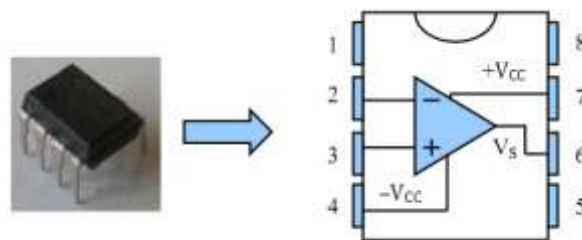

Figure 8.3 : Photo d'un amplificateur opérationnel et son boîtier.
Physiquement, un amplificateur opérationnel est constitué de *transistors*, de *tubes électroniques* ou de n'importe quels autres composants amplificateurs. On le trouve communément sous la forme de *circuit intégré*. La plupart des amplificateurs opérationnels se présentent sous la forme d'un circuit intégré (CI) à 8 broches (**Figure 8.3**).